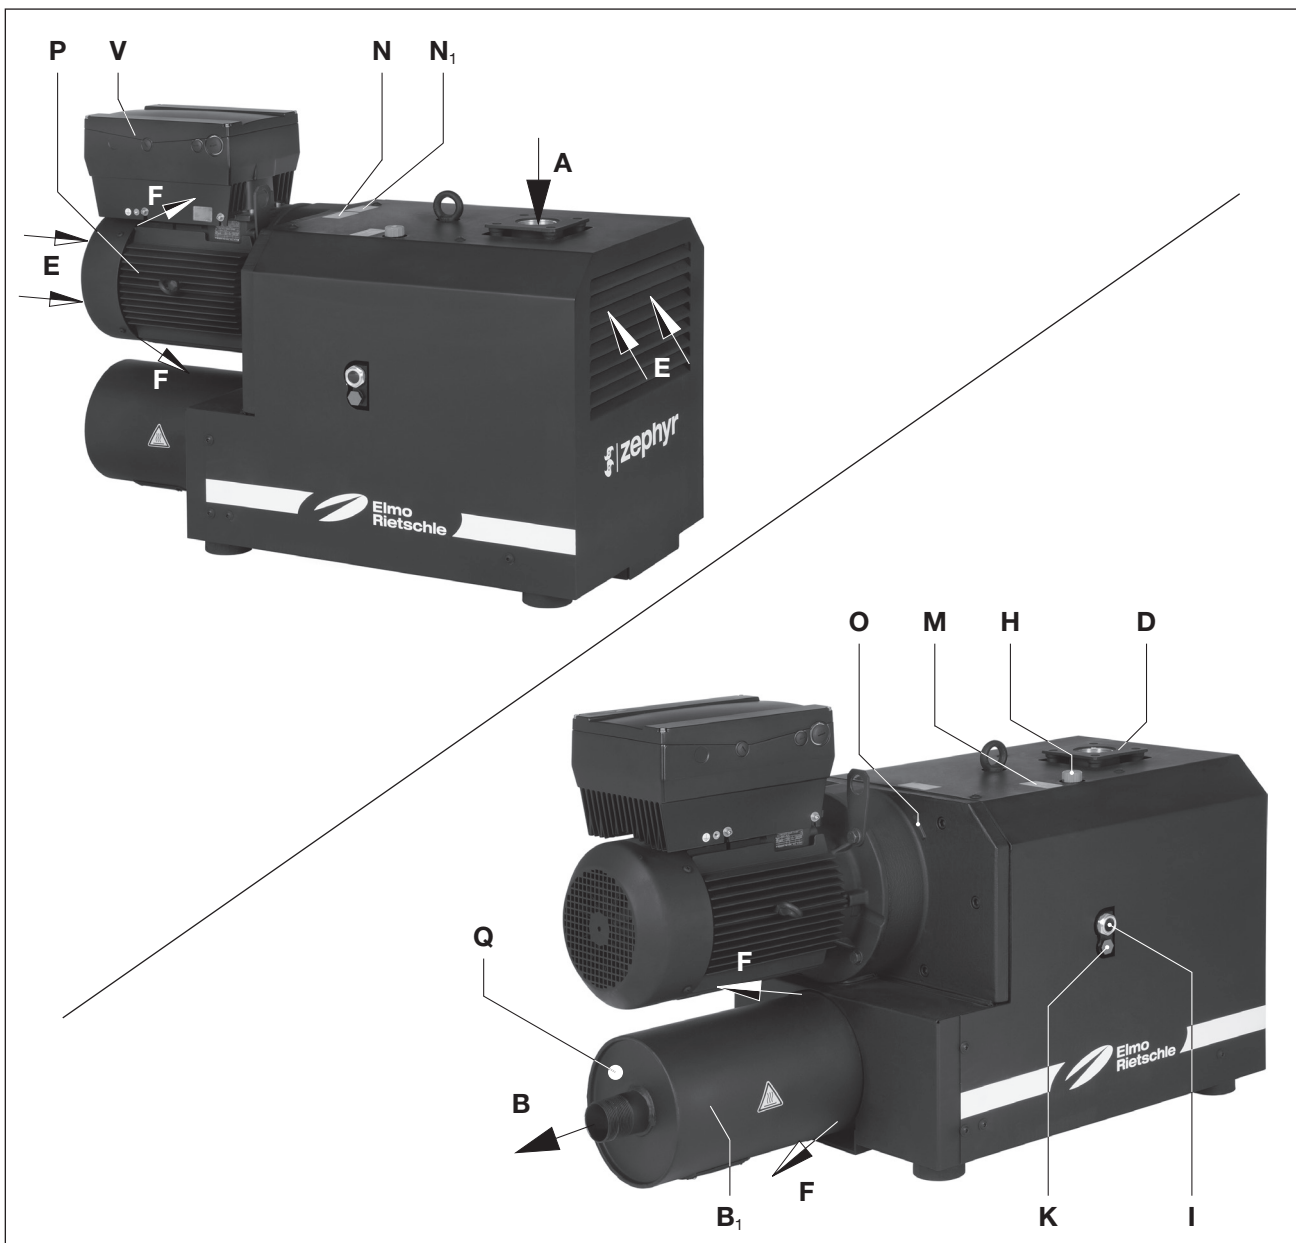

Abb. 2 Vakuumpumpe C-VLR 301 (F001)
- die Maschine darf im Drehzahl- und Frequenzbereich gemäß Datenschild (Abb. 2/N₁) betrieben werden
Die Type C-VLR 301 (F001) hat saugseitig einen Anschlussflansch und druckseitig einen Ausblasschalldämpfer (Abb. 2/B.). Die Type C-VLR 301 (F002) hat saugseitig ein Vakuummeter (Abb. 2/Y), einen Ansaugfilter (Abb. 2/S.) und druckseitig einen Ausblasschalldämpfer (Abb. 2/B.). Ein integriertes Rückschlagventil verhindert ein Belüften des evakuierten Systems nach dem Abstellen der Pumpe.
Die VLR 301 ist durch eine Dämmhaube gekapselt. Um die Verdichtungswärme abzuführen, wird die Kühlluft mit Hilfe eines Trommellüfters, welcher die frische Kühlluft (Abb. 2/E) ansaugt und die erwärmte Luft am Kühlluftaustritt (Abb. 2/F) ausbläst, zwischen dem Verdichter und der Haube hindurchgesaugt.
Der Drehstrommotor mit integriertem Frequenzumrichter (Abb. 2/V) ermöglicht eine stufenlose Regelung der Drehzahl.
Öl-Einfüllstelle (Abb. 2/H), Öl-Schaugläser (Abb. 2/I) und Öl-Ablässe (Abb. 2/K) müssen leicht zugänglich sein.
Die Kühlluft-Eintritte (Abb. 2/E) und die Kühlluft-Austritte (Abb. 2/F) müssen mindestens 30 cm Abstand zu benachbarten Wänden haben. Austretende Kühlluft darf nicht wieder angesaugt werden. Für Wartungsarbeiten ist vor den Ansaugfilter (Abb. 2/S₁, 2/S₂) min. 40 cm Abstand vorzusehen.
- a) Saugleitung anschließen (Abb. 2/A).
- b) Die abgesaugte Luft kann durch den Ausblasschalldämpfer bei (Abb. 2/B) ausgeblasen oder über eine Leitung weggeführt werden.
- b) Frequenzumrichter (Abb. 2/V) entsprechend der Betriebsanleitung 610.00260.01.000 oder des beigelegten Anschlussschemas anschließen. Für die Einhaltung der Schutzart (IP 65) sind geeignete Kabelverschraubungen bzw. Verschlüsse vorzusehen.